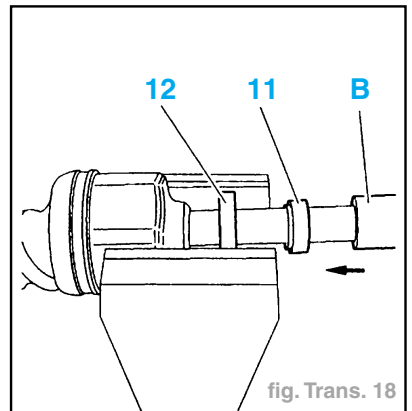

fig. Trans. 18
- Reposer : à l'aide de l'outil **[B]** (tube de **350 mm** de longueur, Ø extérieur de **42 mm** et Ø intérieur de **34 mm**) (fig. Trans. 18)